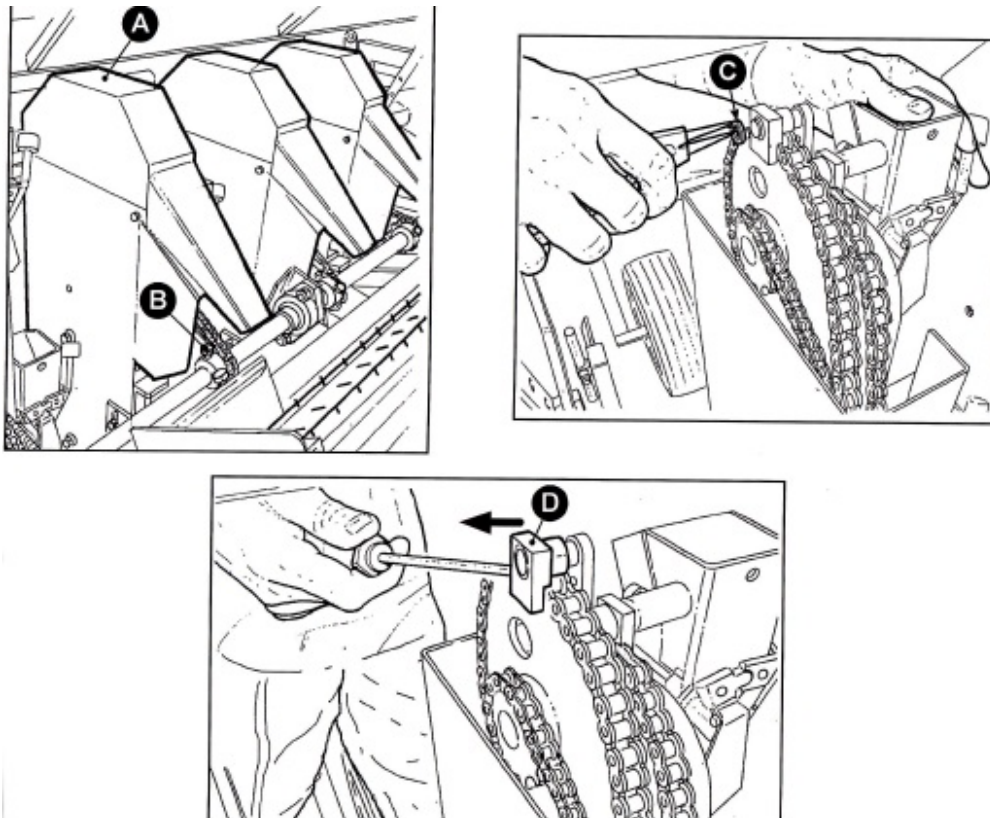

Рис.1
- 6) Перевести оставшейся стакан к числу стаканов, которые необходимо использовать (например, 4). Рис.1